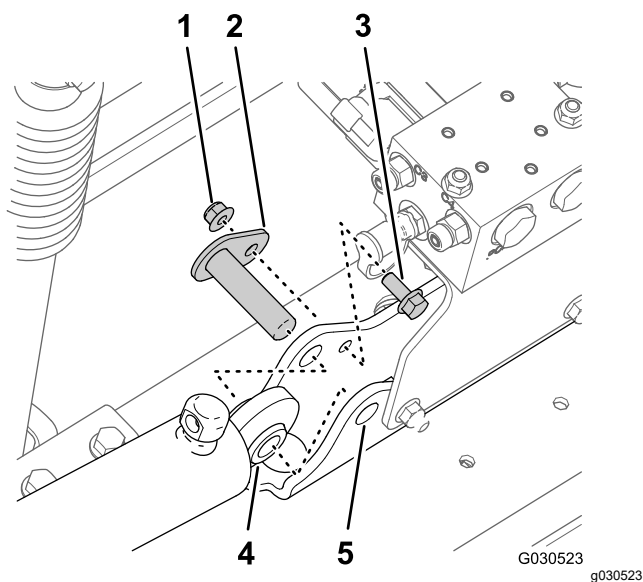

Figura 44
4. Retire el pasador de giro y el cilindro de elevación de la máquina (Figura 44).
3. Retire la contratuera con arandela prensada (5/16") y el perno con arandela prensada (5/16" x 3/4") que sujetan el pasador de giro al soporte de los cilindros (Figura 44).